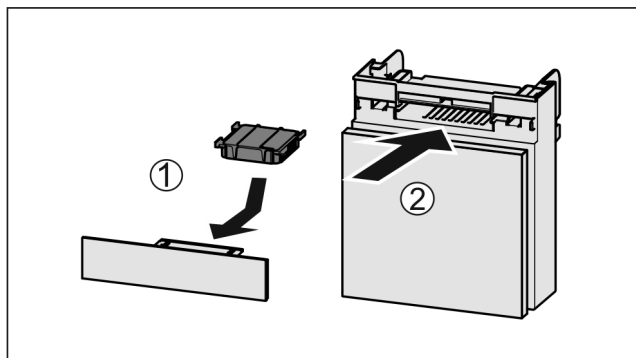

Fig. 215
- ▶ Filtr s aktivním uhlím vložte podle vyobrazení Fig. 215 (1).
- ▶ Zásuvku zasuňte Fig. 215 (2).